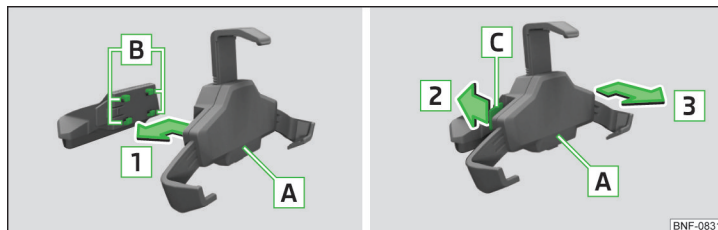

Abb. 77 Halter in den Adapter einsetzen / Halter vom Adapter abnehmen
- Zur **Befestigung des Halters am Adapter** den Halter **A** in die Aufnahmen **B** in Pfeilrichtung **1** bis zum hörbaren Einrasten einsetzen » Abb. 77.